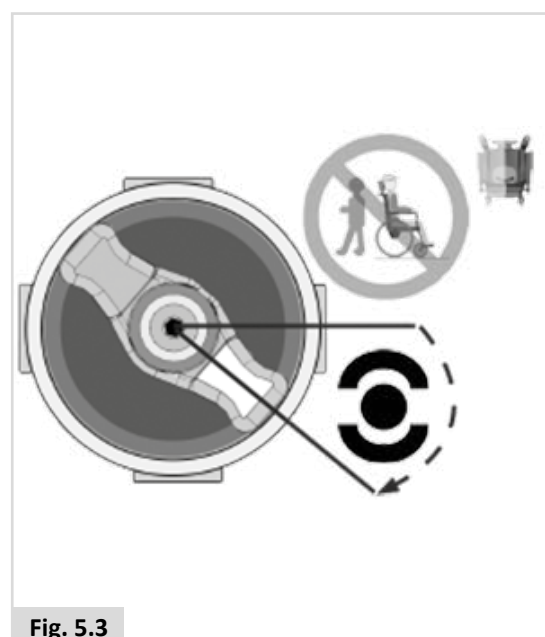
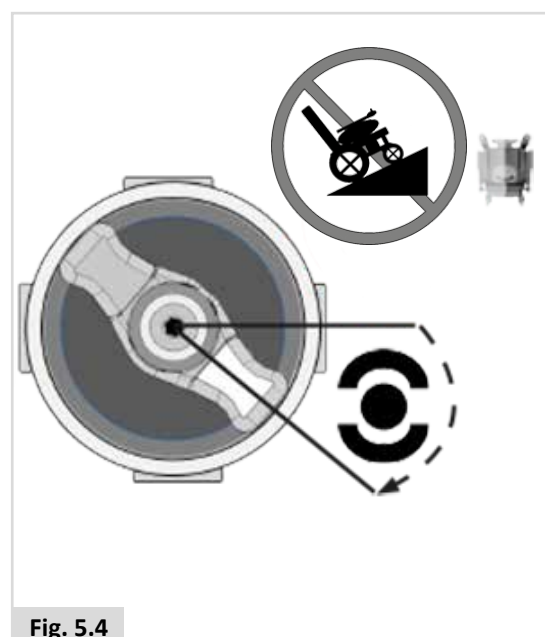

Fig. 5.3
Fig. 5.4
2. Para desengranar los motores. (Fig. 5.3 - Fig. 5.4).